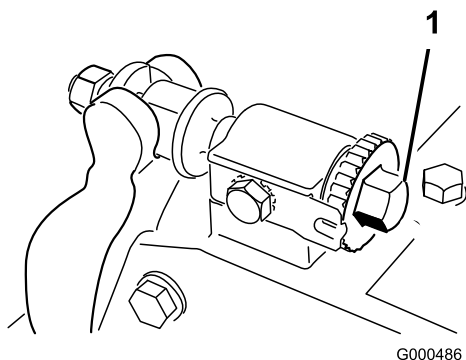
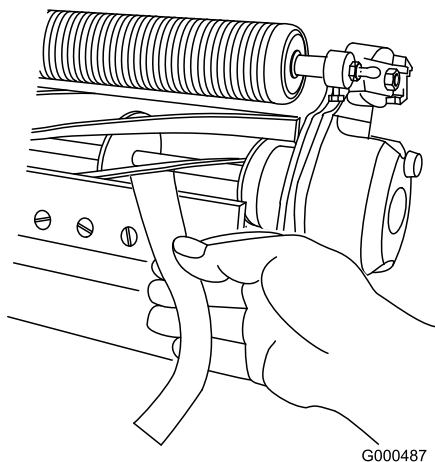

Figura 58
Figura 59
2. Eliminate il contatto con il cilindro facendo girare in senso antiorario le viti di regolazione della barra di appoggio (Figura 58).
4. Inserite una lunga striscia di carta di giornale tra il cilindro e la controlama (Figura 59) da un lato del cilindro. Girate lentamente il cilindro in avanti, e allo stesso tempo girate in senso orario la vite di regolazione della barra di appoggio (dallo stesso lato del cilindro) (Figura 58), uno scatto per volta, finché la carta non viene pizzicata leggermente quando viene inserita dal davanti ed è parallela alla controlama. Tirando la carta dovreste notare una lieve resistenza.
6. Al termine della messa a punto, controllate se il cilindro è in grado di pizzicare la carta inserita dalla parte anteriore, e se la taglia quando viene inserita ad angolo retto rispetto alla controlama (Figura 59). Dovreste riuscire a tagliare la carta con un contatto